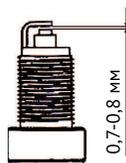

рис. 12
- Рекомендуется проверить величину межэлектродного зазора, которая должна быть около 0.7...0.8 мм (рис.12). При существенном отклонении измеренной величины зазора от указанных требованиями необходимо отрегулировать/восстановить или заменить свечу.